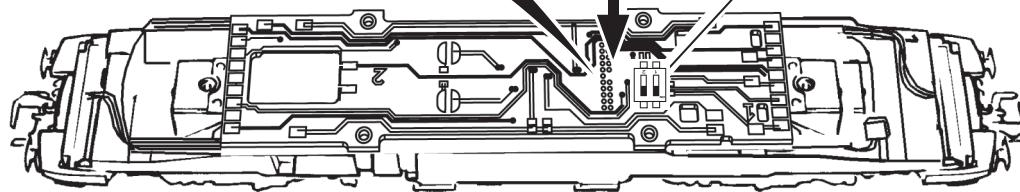

Fig. 8
2. Schmierung: Versehen Sie die im Schmierplan in Fig. 8 gekennzeichneten Stellen mit nur **kleinen Öltropfen**. Dazu zuerst das Lokgehäuse abnehmen (Fig. 3). Wir empfehlen den ROCO **Öler Art.-Nr. 10906**. Fürs Schmieren der Getriebeteile (Zahnräder, Schnecke) empfehlen wir das **ROCO-Spezialfett Art.-Nr. 10905**. Im Falle der Schmierung diese Teile **nicht ölen**.
2. Lubrication: Apply **tiny oil drops** to spots marked in fig. 8. Prior to lubrication dismantle locomotive (fig. 3). We recommend using item no. **10906, Roco oiler**. For lubrication the gearparts (e.g. cogwheels, worm) we would recommend our Roco **special grease** (item no. **10905**).
2. Het smeren: Op de aangegeven punten slechts een enkel oliedruppeltje (fig. 8). Daartoe wel eerst het lochuis verwijderen (fig. 3). Wij adviseren Roco-smeerolie art. 10906. Voor het smeren van de aandrijving (tandwielen, wormwielen, etc.) adviseren wij **Roco-smeervet art. 10905**. Let op. Geen olie gebruiken waar smeervet zit.